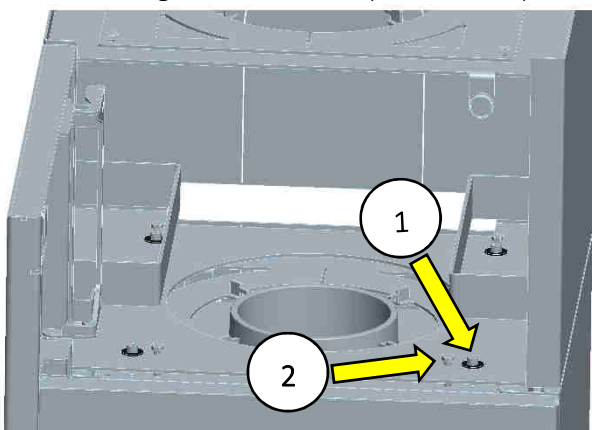

Abb. 7: Wärmespeicher-Modul aufsetzen
2. Wärmespeicher-Modul auf den Ofenkörper aufsetzen (Abb. 7). Die vier beiliegenden Sechskantschrauben M6 zusammen mit den U-Scheiben in die äußeren Löcher einschrauben – noch nicht festziehen (Abb. 7 Pos.1). Die 4 Inbusschrauben in die nebenliegenden Gewinde eindrehen, mit ihnen kann das Wärmespeicher-Modul in der Höhe ausgerichtet werden (Abb. 7 Pos.2).
3. Wenn das Wärmespeicher-Modul ausgerichtet ist (Spaltmaße beachten), können die 4 Sechskantschrauben M6 (Abb. 7 Pos.1) angezogen werden.